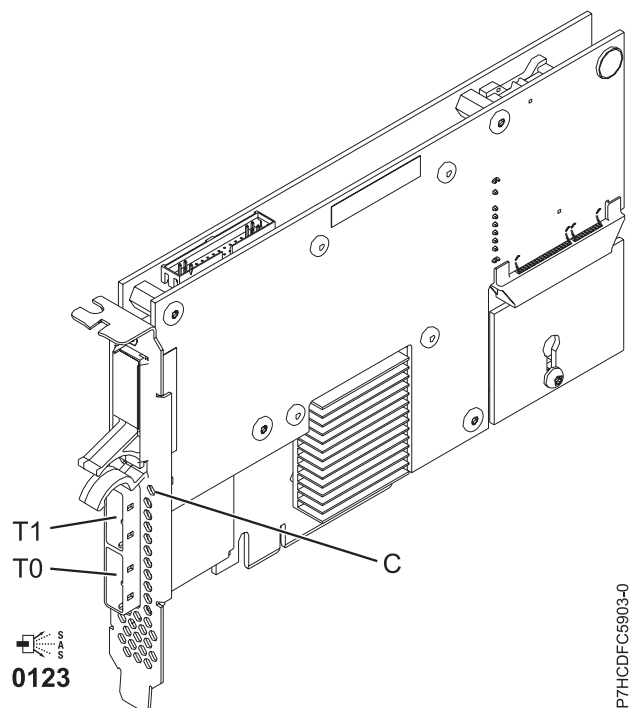

Figura 45. Adaptador RAID SAS PCIe Dual - x4 de 3 Gb
El adaptador 5903 o 5805 contiene un LED ((C) enFigura 45 en la página 157) que parpadea si hay datos en la memoria caché. El LED de presencia de datos en la memoria caché parpadea cuando es posible que haya datos en la memoria caché sobre el adaptador. Si el LED de presencia de datos en memoria caché está parpadeando, no sustituya la batería de memoria caché. Si se sustituye cuando el LED está parpadeando, los datos de la memoria caché se perderán. Consulte Figura 45 en la página 157 para localizar el LED de presencia de datos en la memoria caché sobre este adaptador.